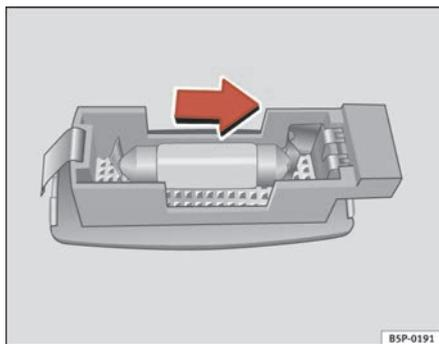

Fig. 179 Smontaggio della luce dell'aletta parasole
- Estrarre con cautela il coperifanale utilizzando il cacciavite dal lato piatto, come indicato nella figura ⇒ fig. 179.
- Rimuovere la lampada, movendola verso l'esterno nel senso della freccia ⇒ fig. 179.